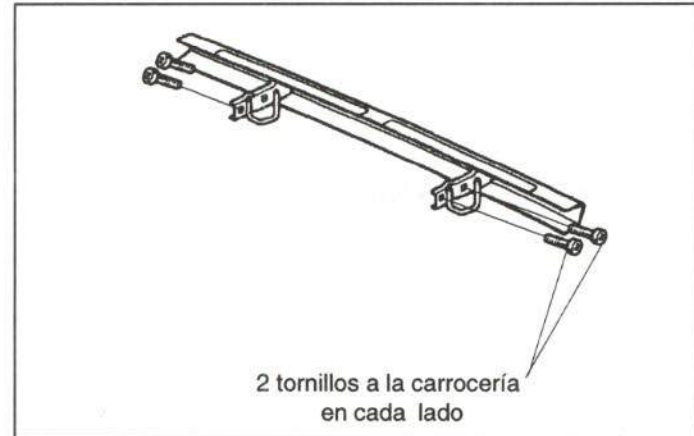

Figura 54.- Unión del paragolpes trasero
El paragolpes trasero va fijado a la carrocería mediante tornillos, tal como se muestra en la figura 54.
- Paragolpes (figura 54).
- Paragolpes (figura 54)